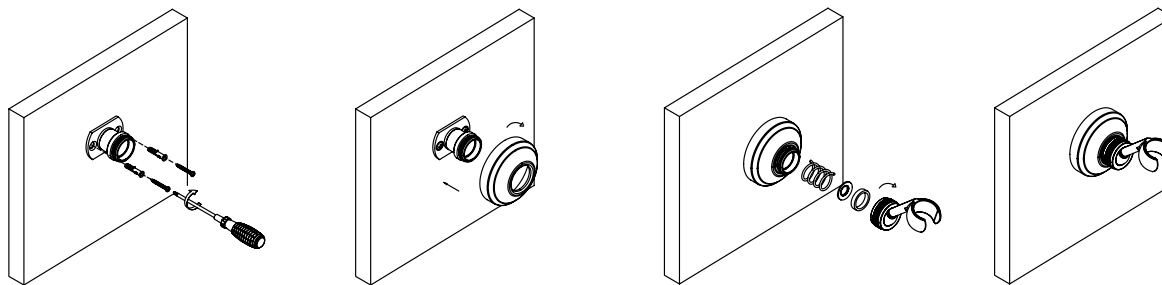

Рис. 2 / 2-сур.
5. Установите держатель для лейки к стене при помощи крепежа, входящего в комплект изделия, согласно схеме сборки (рис.2).